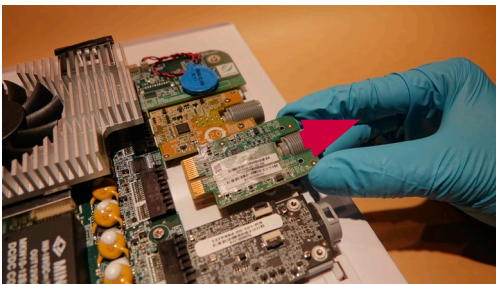

Figura 22 Rimuovere la scheda VDI
- b) Estrarre la scheda VDI dal connettore della scheda principale (Figura 22)